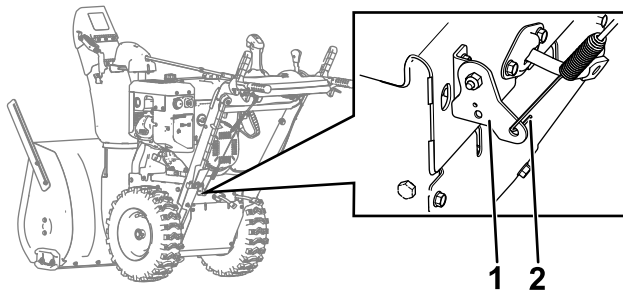

Figura 7
10. Enganche el cable de tracción en el brazo nuevo del cable de tracción, como se muestra en la Figura 7.
Nota: Asegúrese de que el cable de tracción está orientado como se muestra en la Figura 7.